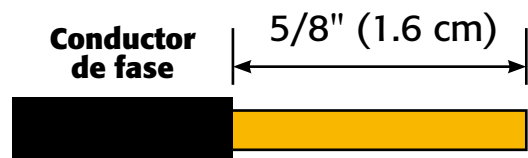

Imagen 1. Longitud de desforre de conductor.
- Tip 8.** Del contacto GFCI verifica la marca de la longitud de desforre de conductor; está por lo general en la parte posterior con la indicación en mm, cm o pulgadas. Ver imagen 1.
La tensión eléctrica debe mantenerse por un lapso de 1 minuto. En general, el equipo y la prueba puede ser como el que se muestra en la imagen 1.